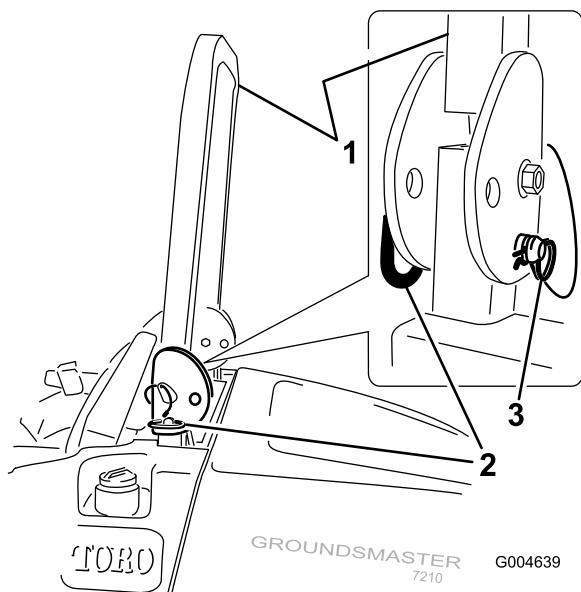

Figure 12
- Pour abaisser l'arceau de sécurité, retirez les goupilles fendues, poussez l'arceau de sécurité contre les ressorts et retirez les deux goupilles (Figure 12).
- Posez les deux axes et fixez-les avec les goupilles fendues (Figure 12).
- Pour relever l'arceau de sécurité, retirez les goupilles fendues puis les deux axes (Figure 12).
- Relevez complètement l'arceau de sécurité puis insérez les deux axes et fixez ces derniers avec les goupilles fendues (Figure 12).